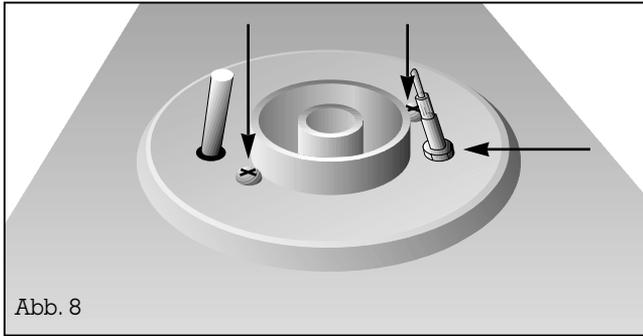

Abb. 8
- Lösen Sie die Befestigungsmutter (SW 11) des Thermoelements und die 2 Befestigungsschrauben, die unter dem abgenommenen Brennerkopf sichtbar werden (Abb. 8).